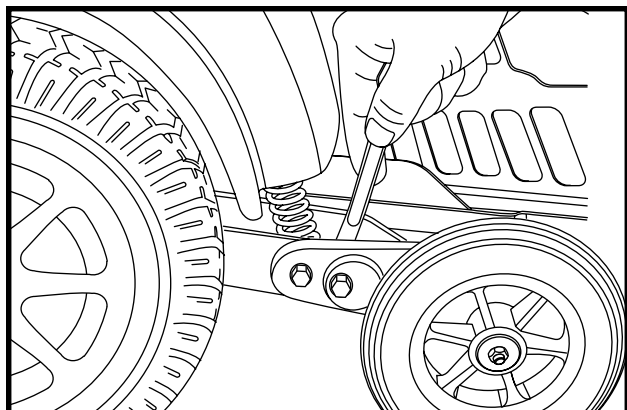

Figure 25. Support d'antibasculage (Desserrez la came)
1. Placez une clé sur l'écrou de blocage du côté intérieur du support de roulette antibasculage situé près de l'amortisseur. Voir la figure 25.